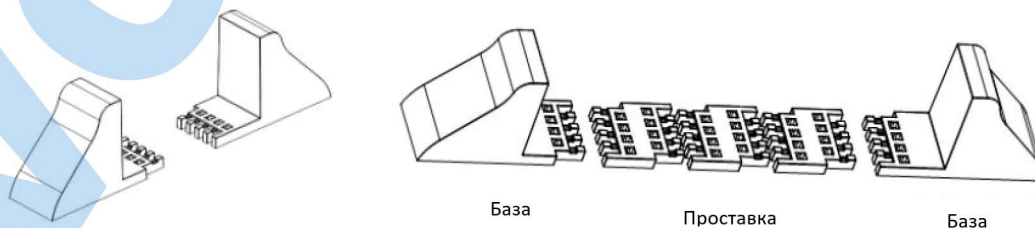

Рис. 3-5. Сборка поддерживающего основания.
1. Извлеките опорные основания и проставки, а затем установите проставки и опорные основания, как показано на Рис. 3-5. Для моделей ИБП тип (L) необходимо 4 базы поддержки, для стандартных моделей ИБП или батарейных шкафов необходимы 4 дополнительные проставки.